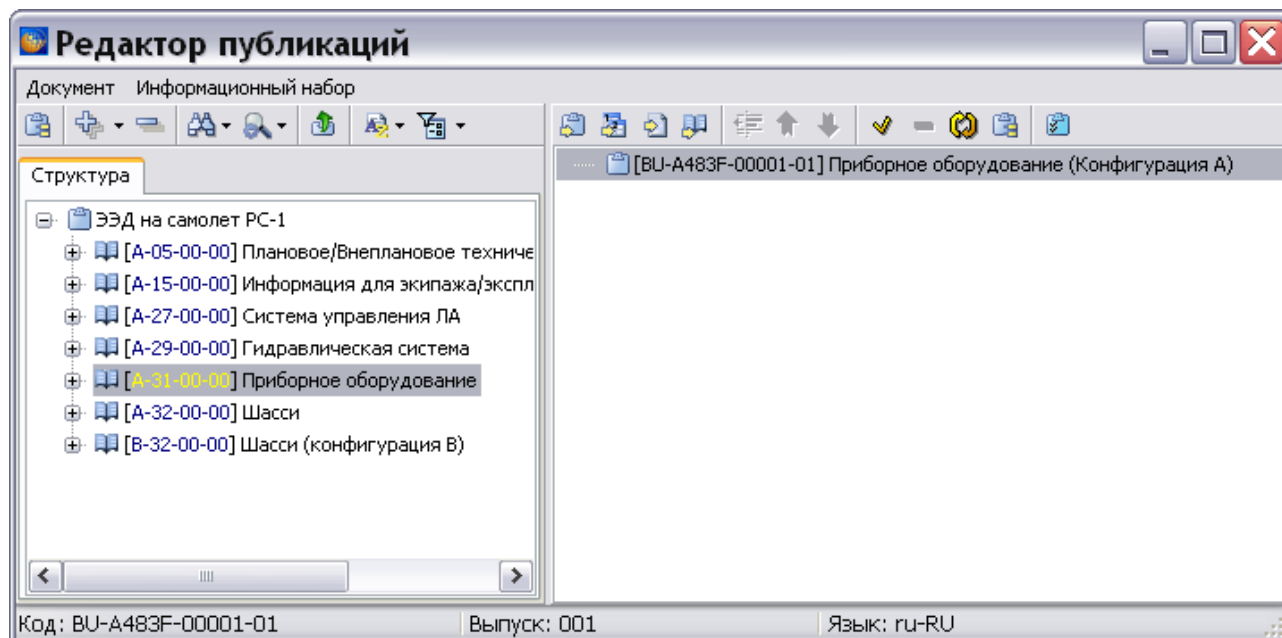

Рис. 18.24
1. В правом окне редактора публикаций выделите версию публикации «Приборное оборудование (Конфигурация А)» (Рис. 18.24).
2. В левом окне на вкладке **Структура** в структуре проекта выделите раздел «Приборное оборудование» с кодом «А-31-00-00» (Рис. 18.24).